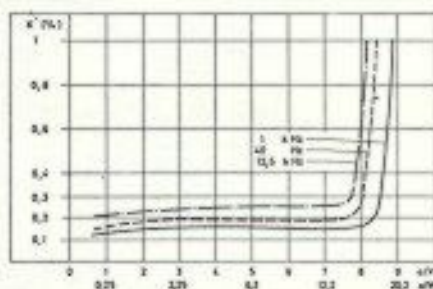

Fig. 3 Klirrfaktor bei 40 Hz, 1000 Hz, 12 000 Hz in Abhängigkeit von der Ausgangsleistung.
5. **Klirrfaktor:** gemessen über Eingang "Band": siehe Fig. 3